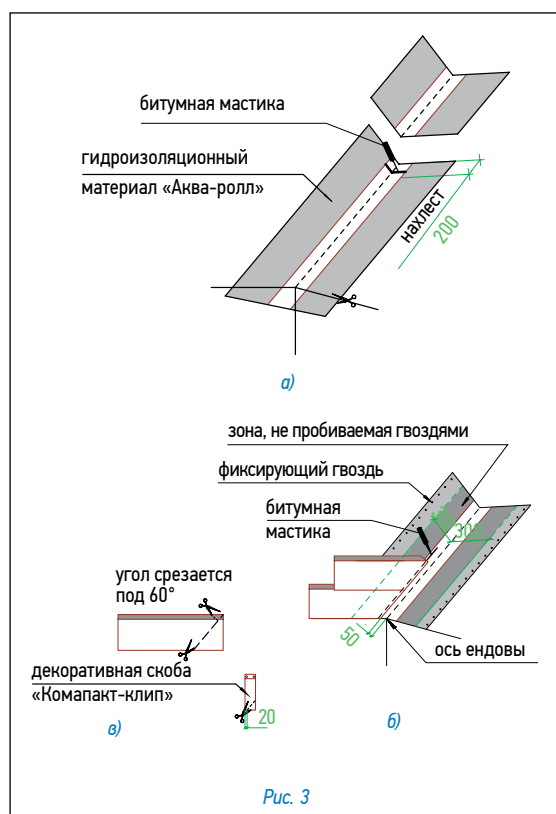

Рис. 3
Ендова (рис. 3)
- ровно по центру ендовы расстилается специальный рулонный материал «Аква-ролл», фиксируется в верхней части двумя гвоздями и обрезается в нижней части по линии карниза (рис. 3а);
2. «Аква-ролл» укладывается с нахлестом 20 см, место нахлеста тщательно обрабатывается битумной мастикой (рис. 3а).
- непосредственно перед укладкой в ендову черепицы, защитная пленка с лицевой стороны «Аква-ролл» снимается и на самоклеящуюся поверхность укладываются листы черепицы, обрезанные в соответствии с заранее отбитыми линиями (рис. 3б).
Внимание: 1. Необходимо также подрезать верхний уголок обрезанного края листа (см. рис. 3в) для правильного стока воды.
2. Крепление обрезанного листа к медной части «Аква-ролл» осуществляется при помощи сплошной полосы битумной мастики (рис. 3б).
4. В случае, если скоба «Компакт-клип» приходится на место обреза листа, можно либо обрезать накладку, оставив минимум 2 см в нижней части (рис. 3в), либо произвести укладку листов без использования накладки.